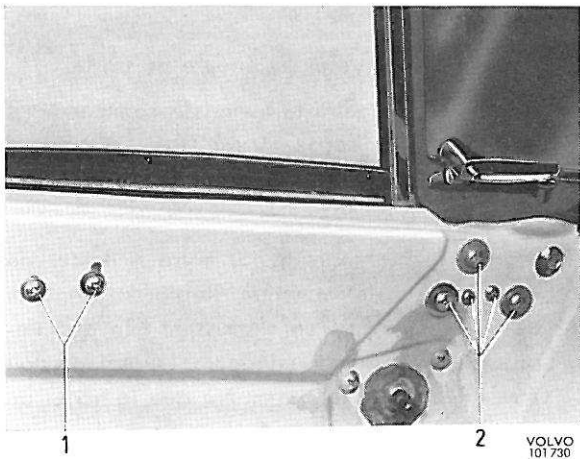

Figure 19. Vis de fixation de déflecteur et vis de butée de glace
4. Enlever les vis de fixation de l'encadrement du déflecteur (figure 19).
1. Enlever les vis limitant la position relevée de la glace (figure 19).